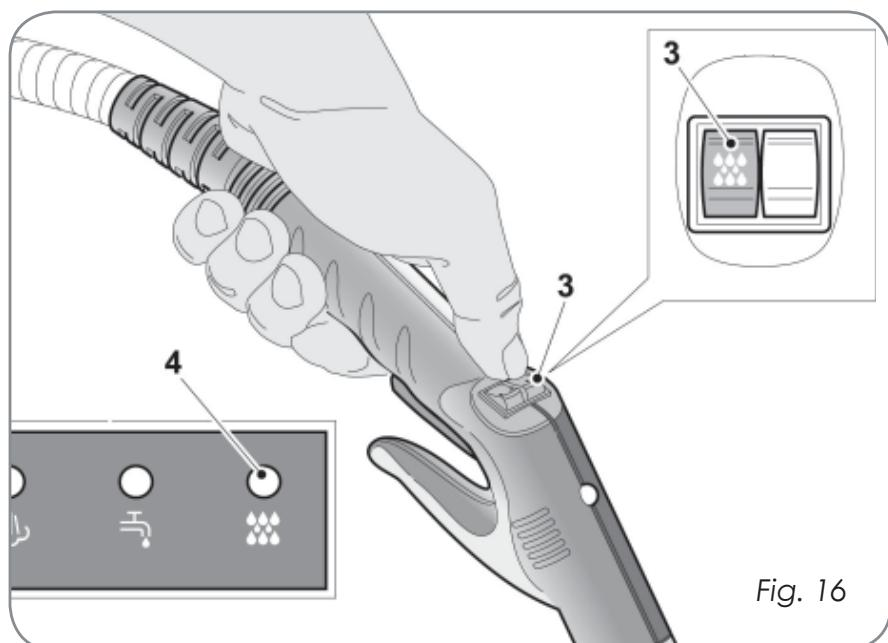

Fig. 16
Laissez pressée le bouton (3 fig. 16) sur la poignée pour habiller la distribution; le voyant jaune (4) s'allume sur le tableau de bord